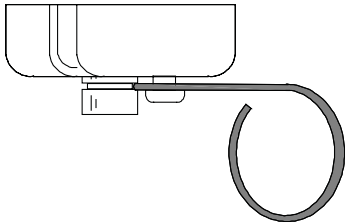

图 36 锁定绝热套
- 5 把弹簧置于进样口柱接头的槽中（图 36）。拆下柱螺帽并把无孔垫圈放到一边。